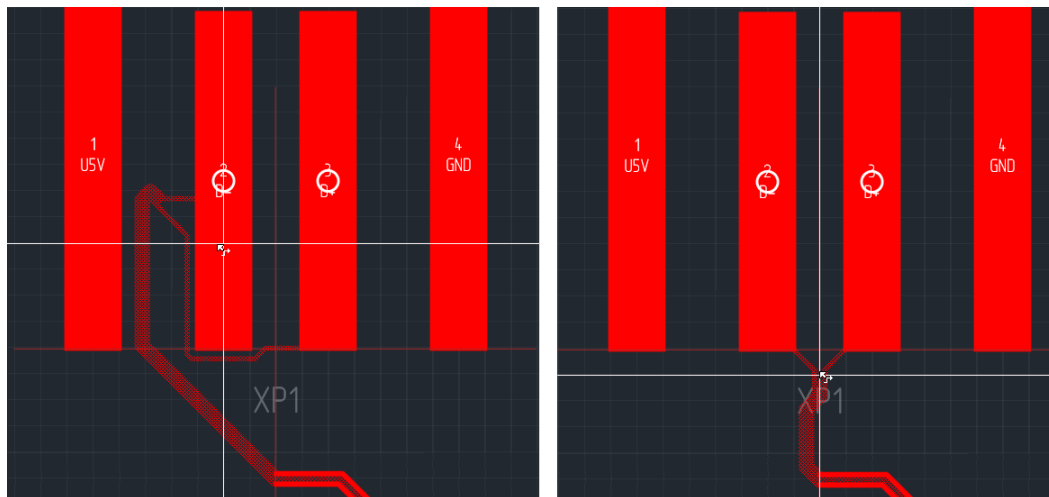
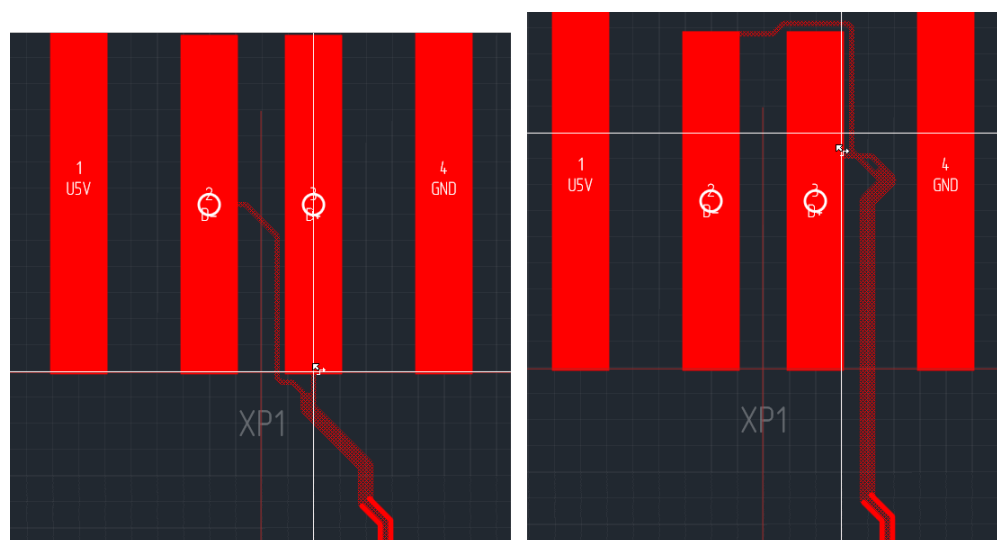

Рис. 256 Варианты подключения диффпары к «конечным» контактным площадкам
Рис. 257 Альтернативные варианты построения схождения диффпары
Завершение диффпары (присоединение к «конечным» контактным площадкам) в целом схоже со стартовым формированием схождения вблизи контактных площадок. Отличием здесь является тот факт, что на плате уже определено некоторое положение проводников, поэтому имеется приоритетное направление для построения схождения. Тем не менее, изменяя положение курсора вблизи контактных площадок можно получить различные варианты построения схождения. На Рис. 256 показаны некоторые их возможных вариантов построения схождения.
- Изменить положение участка диффпары вблизи контактных площадок и построить схождение заново. На Рис. 257 изменено расположение последнего зафиксированного участка диффпары (по сравнению с Рис. 256) и, поэтому, становятся доступны альтернативные варианты построения схождения.